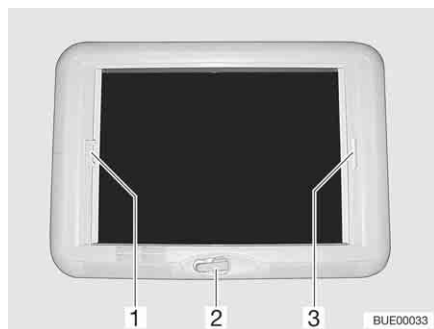

Fig. 81 Oblò a manovella
- Ruotare la manovella (Fig. 81,2) fino a quando non si incontra resistenza (angolo di apertura max. 70°).
- Tirare la tendina oscurante pieghevole per la maniglia (Fig. 81,3) e rilasciarla alla posizione desiderata. La tendina oscurante pieghevole rimane in questa posizione.
- Tirare la protezione contro gli insetti per la maniglia (Fig. 81,1) e rilasciarla alla posizione desiderata. La protezione contro gli insetti rimane in questa posizione.